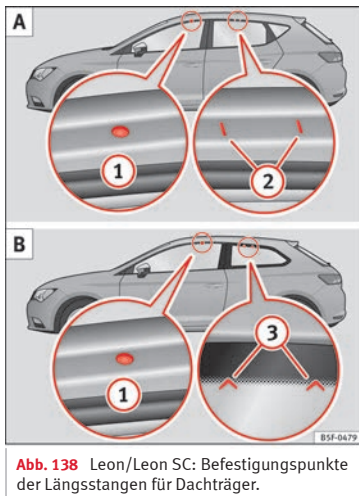

Abb. 138 Leon/Leon SC: Befestigungspunkte der Längsstangen für Dachträger.
Die vorderen und hinteren Befestigungspunkte ① und ② sind nur bei geöffneten Türen zu sehen »» **Abb. 138 A**.
Die vorderen Befestigungspunkte ① sind nur bei geöffneten Türen sichtbar. Die hinteren Befestigungspunkte ③ sind an ihrem oberen Rand des Seitenglases mit Pfeilspitzen markiert »» **Abb. 138 B.**